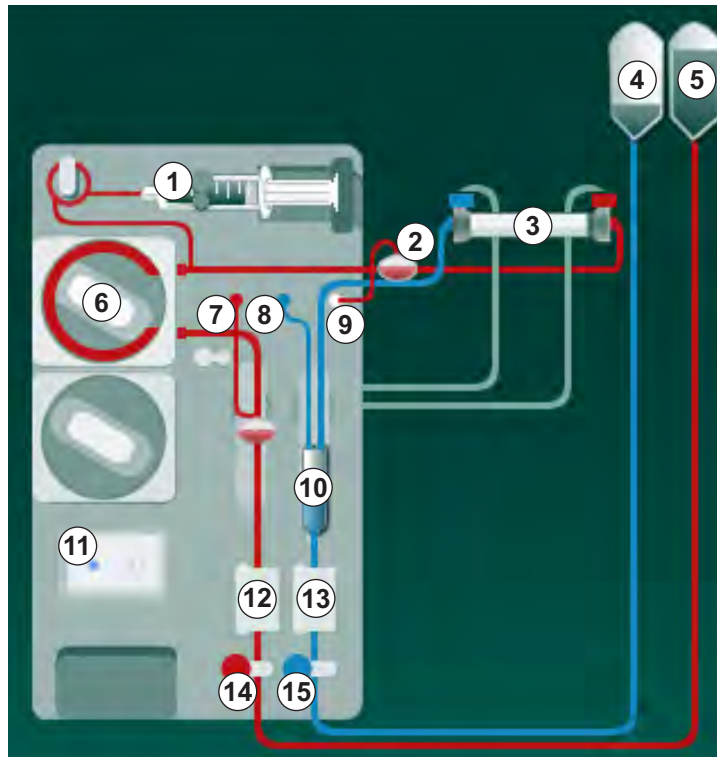

Fig. 5-8 Indsætning af blodslangesystem til pose-til-pose-priming
2. Tag dialysefilterkoblinger fra skylningsbroen og opret forbindelse til dialysefiltret (Fig. 5-8 Indsætning af blodslangesystem til pose-til-pose-priming (96), ③) efter instruktion fra maskinen. Overhold farvekodning: **blå** dialysefilterindløbskobling ved siden af veneblodslangens tilslutning (venstre/øverst), **rødrød** dialysefilterafløbskobling ved siden af arterieblodslangens tilslutning (højre/nederst).